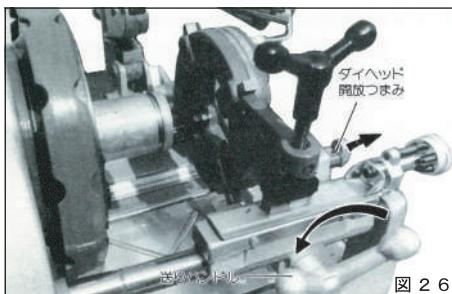

図26
- ⑤ダイヘッドからパイプを取り外すには、送りハンドルを左に回してダイヘッドからパイプを外します。次にダイヘッド開放つまみを矢印の方向に引いてダイヘッドを起こし、パイプをマシンから取り外してください。(図26)